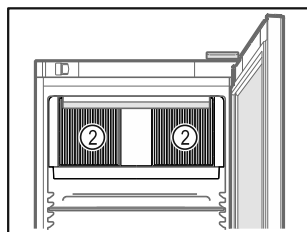

Fig. 59
- ❑ Ne pas obstruer les fentes d'aération Fig. 59 (2) du ventilateur de circulation d'air à l'intérieur de l'appareil.